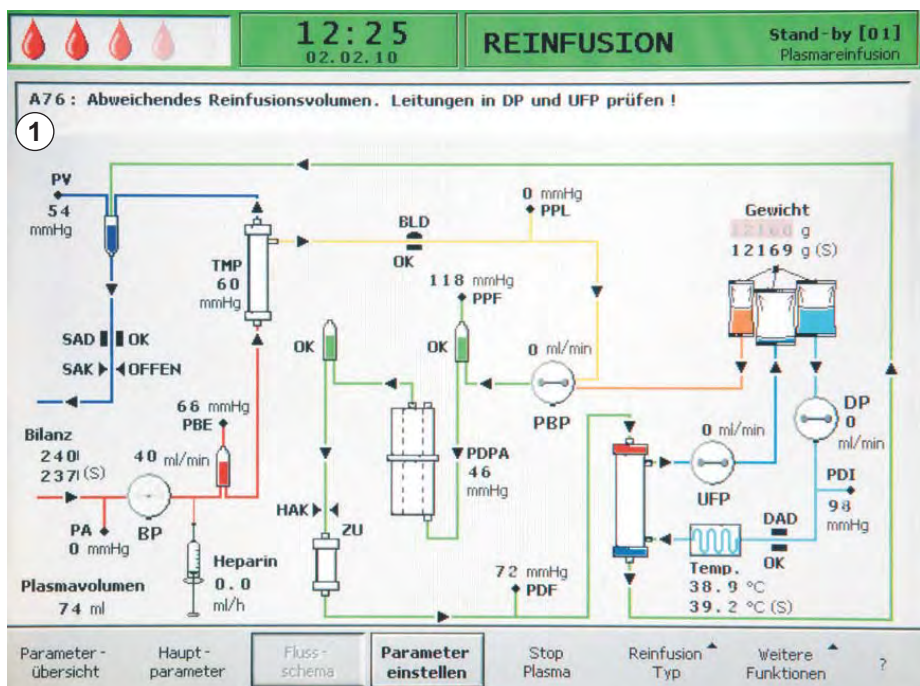

Abb. 10-1 Alarmanzeige in der Alarm-/Hinweiszeile
Eine Alarmsituation erfordert stets die besondere Aufmerksamkeit und die umgehende Bearbeitung durch den Anwender. Alarme werden in der Alarm-/Hinweiszeile dargestellt (Abb. 10-1, ①) und von einem Alarmton begleitet.